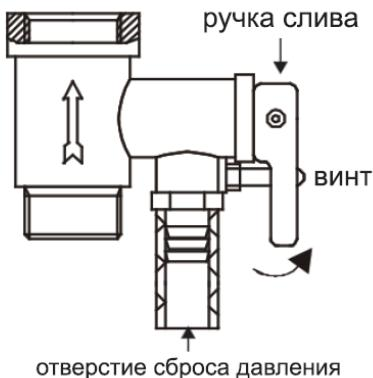

Рисунок 6
6. Чтобы слить воду из внутреннего резервуара необходимо, воспользоваться предохранительным клапаном: открутить винт ручки слива предохранительного клапана и перевести ручку слива в верхнее положение, при этом кран выхода горячей воды должен быть открыт, а кран подачи холодной воды в водонагреватель должен быть перекрыт (см. рисунок 6). Из отверстия сброса давления предохранительного клапана потечёт вода. Никогда не сливайте воду, если ее температура выше 50°C, т. к. это может привести к ожогам.